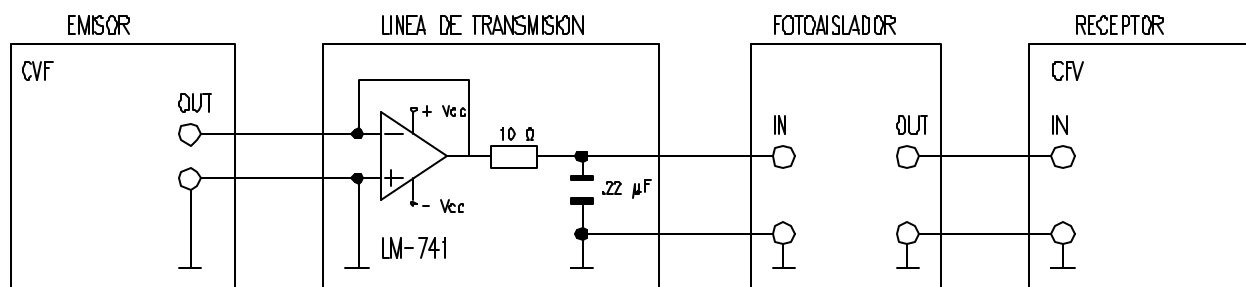

Figura 12.
- Ahora conecte la salida de la linea de transmisión a la entrada del fotoaislador y, la salida del fotoaislador conéctela a la entrada del convertidor F/V como se ilustra en la figura 12.